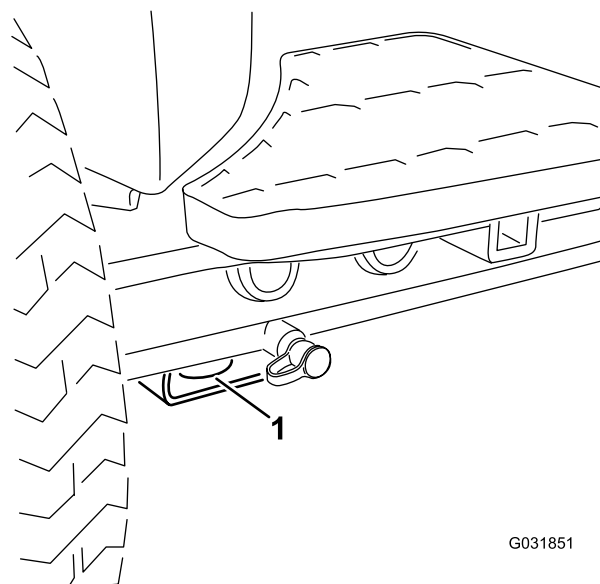

Figura 56
- Prenda a máquina de forma segura utilizando correias, correntes, cabos ou cordas. As correias frontais e traseiras devem estar dirigidas para baixo e para fora da máquina.; Consulte Figura 56 e Figura 57.
- Dianteira – o orifício na pastilha retangular, por baixo do tubo do eixo, dentro de cada pneu dianteiro (Figura 56)